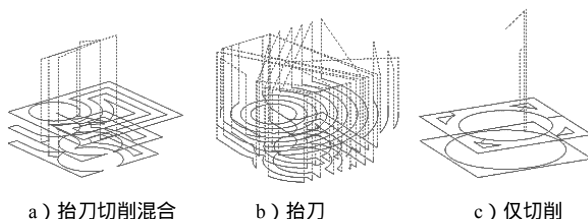

图 7-53 区域切削类型
- 【区域切削类型】: 在加工边界上重复刀具路径的切削类型有 3 种选择, 如图 7-53 所示。